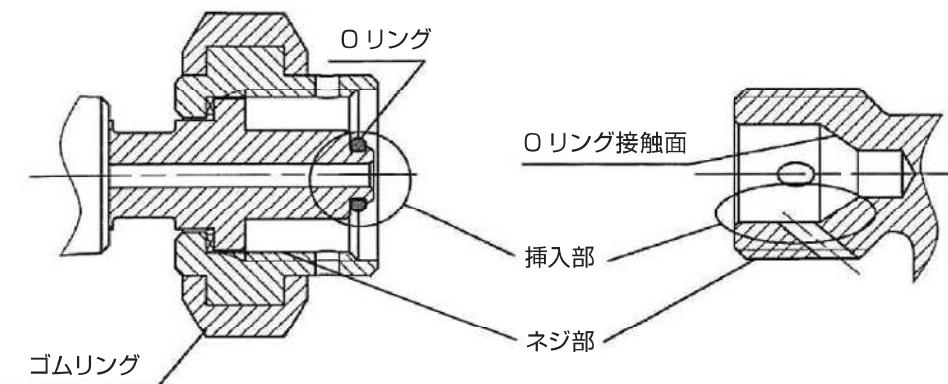
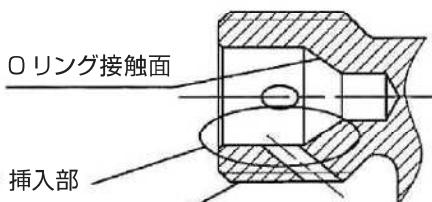

図4 減圧弁側の接続部
図5 そく止弁側の接続部
3. そく止弁と減圧弁のネジ部、および挿入部に異物の付着がないこと、O リング及びそく止弁の O リング接触面に傷がないことを確認する。(図 4、図 5 参照)
4. 減圧弁をそく止弁に取り付ける。(ゴムリングを回し止る位置までしっかりとねじ込む。)(図 4 参照)